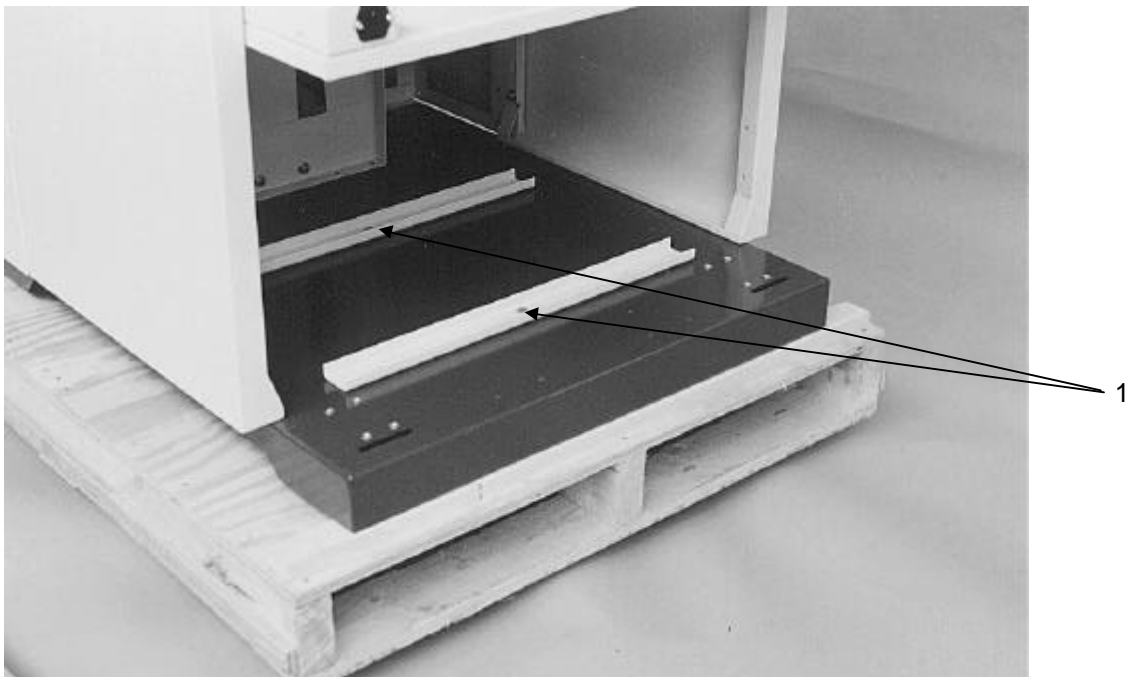

fig. 1
- Skruva loss skruvarna som fäster maskinen till transportpallen (se fig. 1 nr 1).